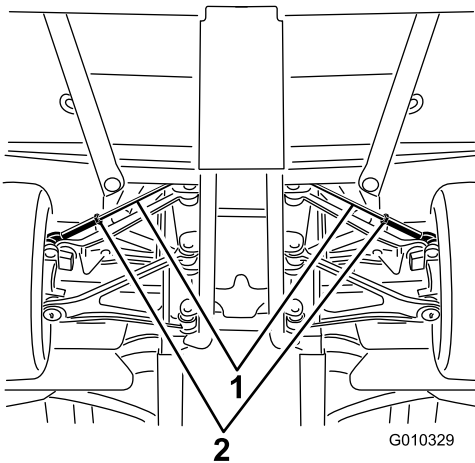

Figura 58
A. Allentate il controdado al centro del tirante (Figura 58).